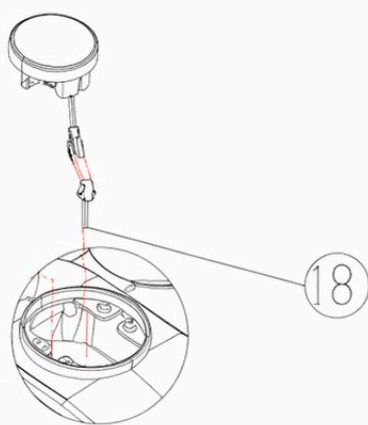

Figura 7.2
7. Innanzitutto, rimuovere il cavo di rilevamento dal gruppo montante N.04 e inserirlo nel gruppo telaio principale N.01 (come mostrato nella Figura 7.1); quindi, collegare il cavo di collegamento del telaio all'orologio elettronico N.14 (come mostrato nella Figura 7.2); successivamente, installare il gruppo montante N.04 sul telaio principale N.01 e bloccarlo con la manopola di regolazione a forma di L N.28; infine, inserire la batteria nel misuratore elettronico (come mostrato nella Figura 7.3).